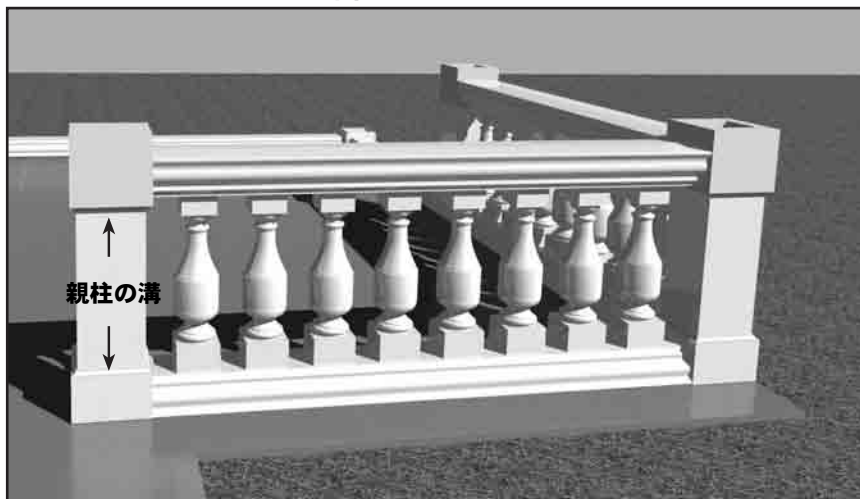

図 7B
- C)** 各手摺子を下枠の穴に揃えて位置づけし、すでに穴のあけられた手摺をその上に載せます。（図 7B）